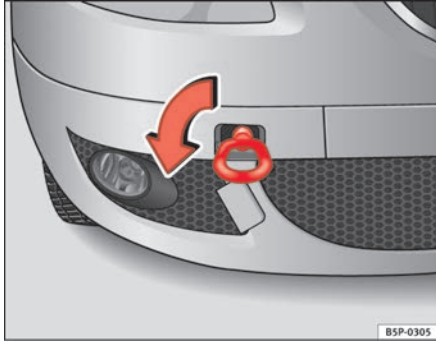
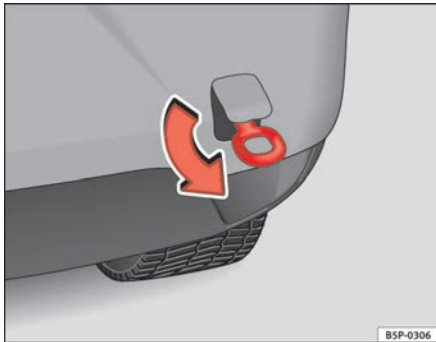

Abb. 205 Frontpartie
Abb. 206 Einschrauben
- Schrauben Sie die Abschleppöse in Pfeilrichtung *links* herum bis zum Anschlag vorne ⇒ Abb. 205 oder hinten ⇒ Abb. 206 in die Gewindebohrung ein. ■